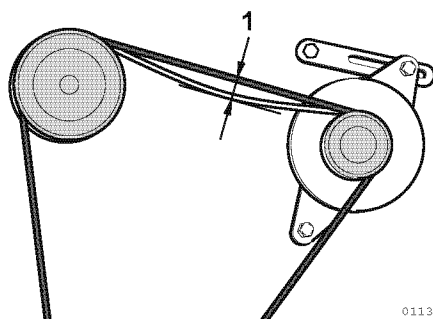

Figure 14
2. Controllare la cinghia spingendola al centro (**Figure 14, (1)**) con il dito. Se la tensione è corretta, la cinghia deve flettersi di 8-10 mm (circa 3/8").